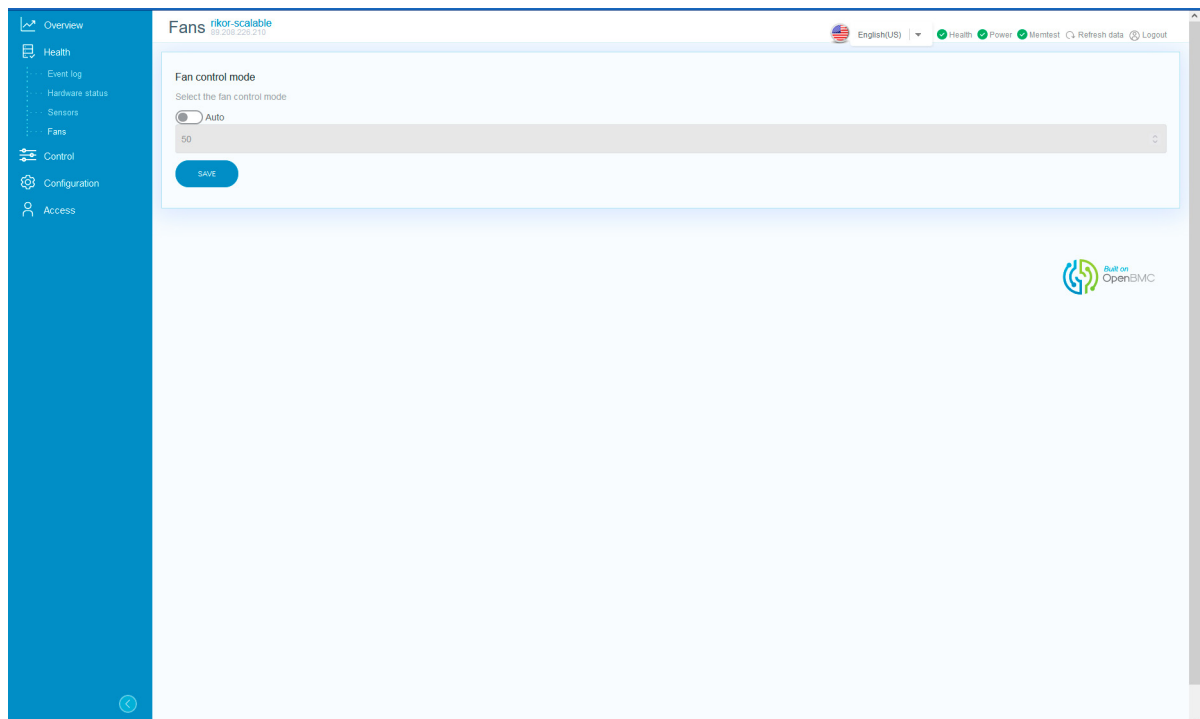

Рис. 71. Окно «Fans»
- 5) Пройдите во вкладку «Health» → «Fans» в данной вкладке отображается информация по вентиляторам установленным в сервере. В поле «Fan control mode» установите переключатель в активное положение чтобы управлять режимом работы вентиляторов охлаждения. В раскрывающемся списке выберите режим скорости вращения. Окно показано на рис. 71 Окно «Fans»